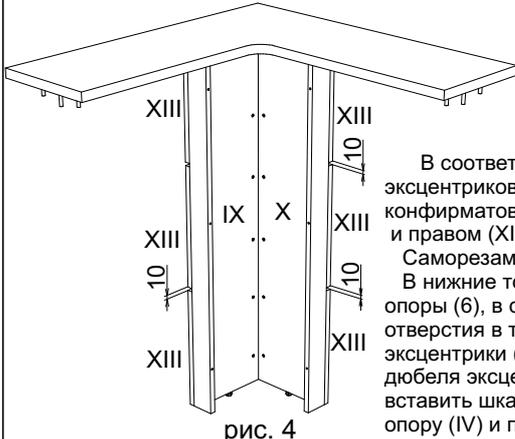

рис. 4
Саморезами 3,5x20 (7) прикрепить к левой (IX) и правой (X) панелям короба накладку (XIII) (рис. 4).